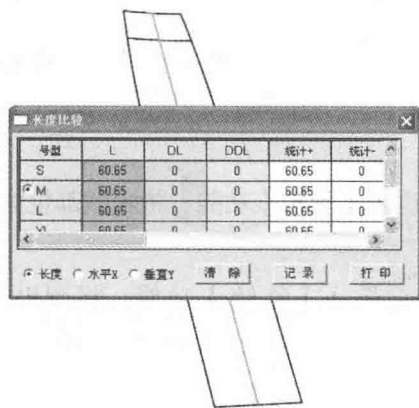

图6-50 画裁片中心线
⑧选择【智能笔】工具把裁片的中心线画出来，并用【比较长度】工具量出长度尺寸（图 6-50）。